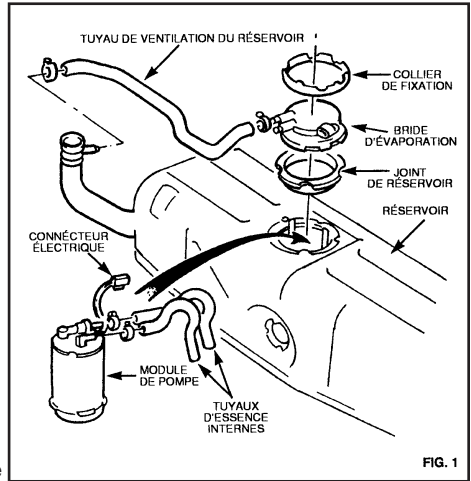

FIG. 1
- A) Démontez le collier de fixation de la bride d'évaporation (voir Fig. 1)